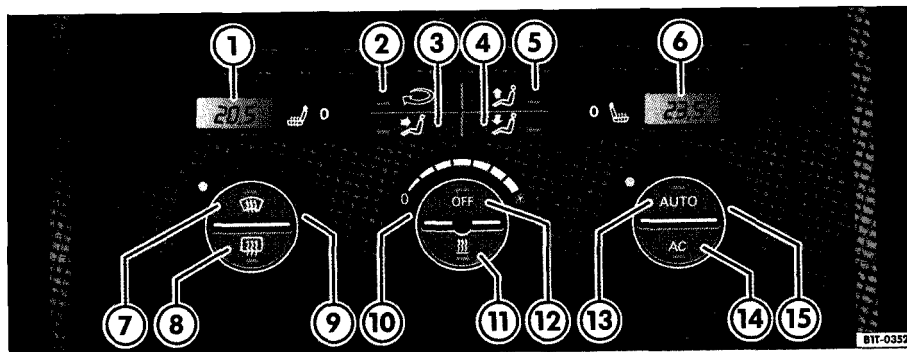

Fig. 111 Dans la console centrale : elements de commande du Climatronic
— Tournez le regulateur de temperature fig. 111 C) ou is régler la temperature du cote conducteur ou passager avant.
- Appuyez sur la touche **AUTO** page 122, fig. 111 . Le temoin integre a la touche s'allume.